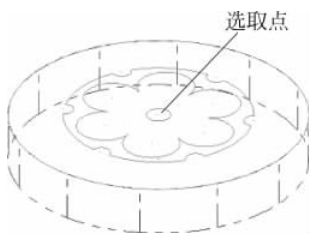

图 5-141 选取钻孔点
(3) 单击“2D 刀具路径”操作栏上的“钻孔”按钮 , 或选择“刀具路径”→“钻孔”命令, 系统提示选择钻孔点, 手动选择如图 5-141 所示的圆心点, 单击“选取钻孔的点”对话框中的“确定”按钮, 结束钻孔点选择。